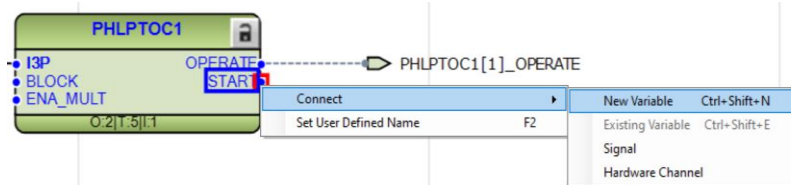

Imagen 218_Conexión del segundo puerto de salida a una nueva variable.
4.1.11 Ahora para la segunda salida de “START”, de igual manera daremos clic derecho y seleccionamos “Connect - New Variable” como se muestra en la **Imagen 218**.